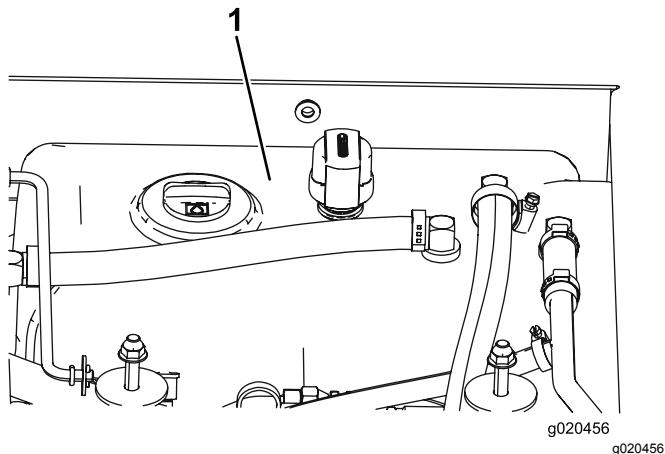

Рисунок 78
4. Залейте гидравлическую жидкость в бак (Рисунок 78); см. Проверка гидравлической жидкости \(страница 68\).